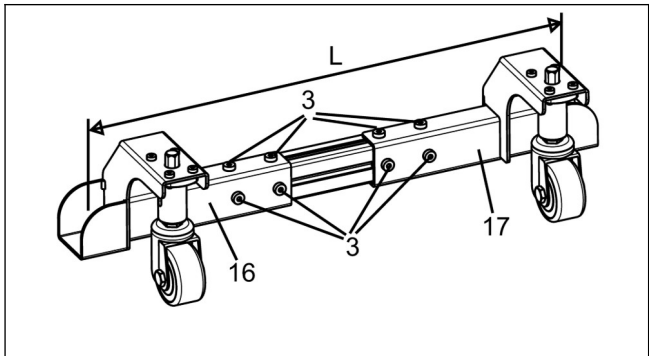

图 20
a. 松开所有紧固件“3”，将左托架“16”及右托架“17”向两边滑动相等距离，当图示 L 等于延伸台板支腿间距时，旋紧所有紧固件“3”。（见图 20）